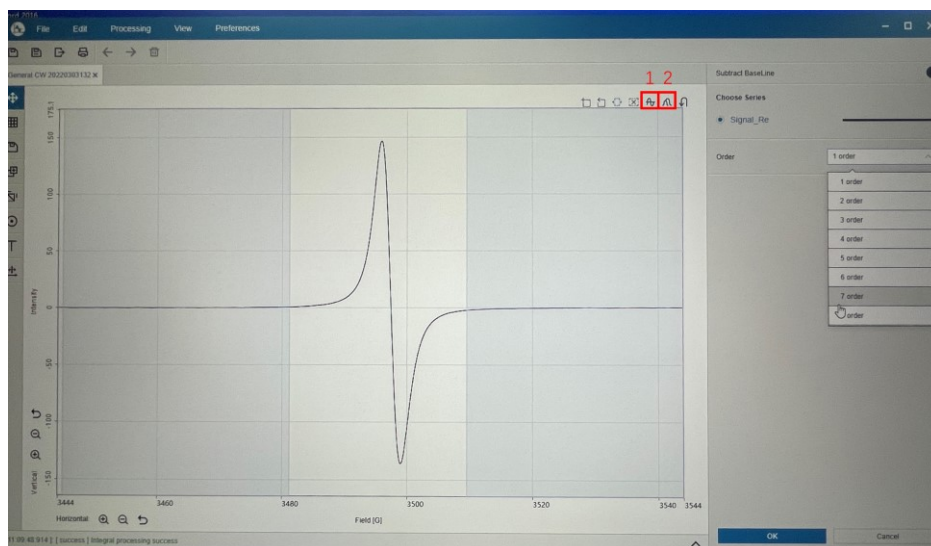

图 6-14 基线校正
- (3) 基线校正时可以先选择 Subtract Baseline，然后点击图标 1 框选校正的范围，在 Order 处选择合适阶数，点击图标 2 观察拟合基线，随后点右下角 OK，如图 6-14。